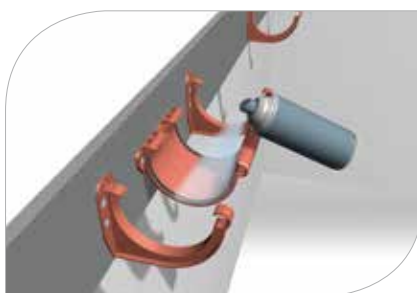

рис. 5
- 1.10 Перед монтажом системы Galeco PVC, прокладки внешних деталей необходимо обработать скользящим веществом для обеспечения движения желоба при изменениях температуры (**рис. 5**)